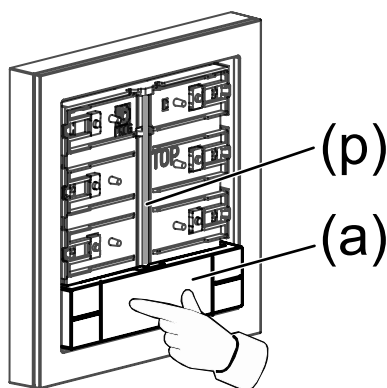

рисунок 7: Нажатие на клавишу управления по центру
- Зафиксируйте клавишу (а) на оси (р), нажав по центру клавиши (а) (поле для надписи) (см. рисунок 7).
Клавиша (а) фиксируется на оси (р) (см. рисунок 7).